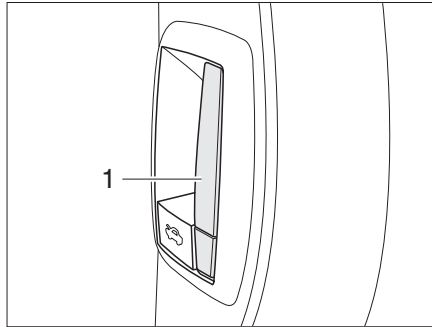

Fig. 24 Palanca de desbloqueo del capó del motor, en el interior
- Tirar de la palanca (Fig. 24,1) en el salpicadero, en el lado izquierdo del vehículo. El capó del motor abre hasta el tope del gancho de retención.